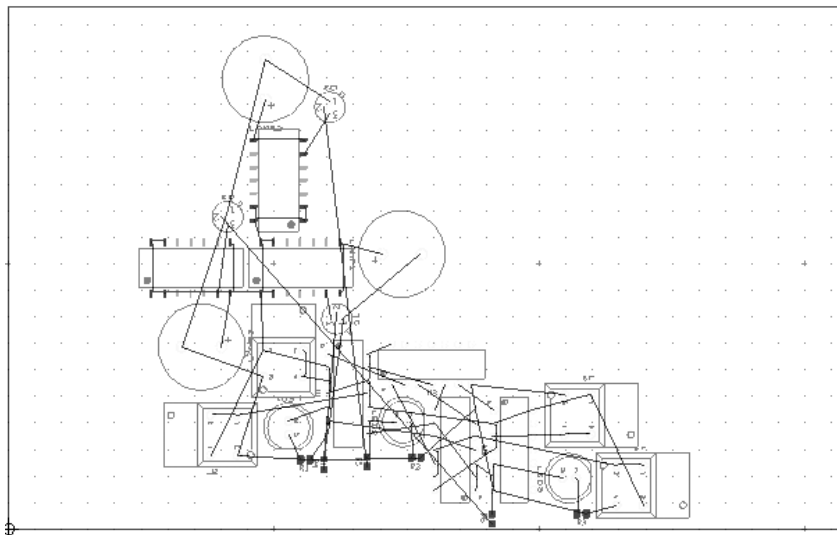

图 12-77 自动布局结果
5) 选择菜单栏中的“自动布线”→“自动放置零件”命令，将系统板框外零件放置到板框内部，以布局面积最小为标准进行布局，结果如图 12-77 所示。